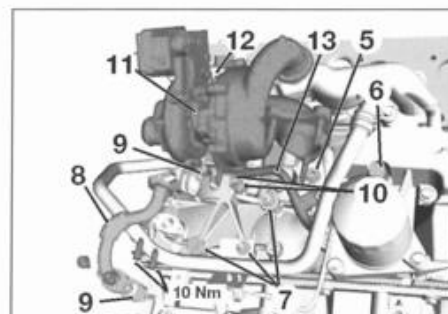

FIG. 35
- Desmontar la tuerca (5) de fijación del tubo de alimentación de aceite de turbocompresor (fig. 35).
- el perno banjo (6) del tubo de alimentación de aceite de turbocompresor.
- los tornillos y tuercas de fijación (7) del soporte de turbocompresor.
- Desmontar el tubo de retorno de aceite (8) de turbocompresor.
- Recuperar las juntas del tubo (9) de retorno de aceite.
- los tornillos de fijación (10) del turbocompresor en el soporte.
- el turbocompresor (11).
- Aflojar el rácor banjo (12) del tubo de alimentación de aceite en el turbocompresor.
- Separar el tubo de alimentación de aceite (13) del turbocompresor.